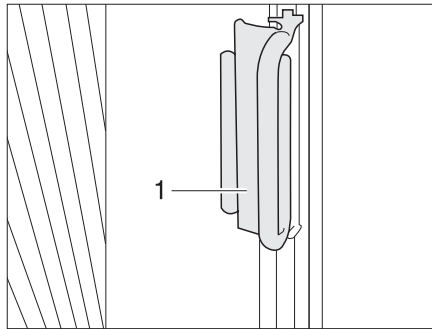

Bild 14 Griff faltverdunklung Fahrer-/Beifahrerfenster
- Die faltverdunklungen für das Fahrerfenster und das Beifahrerfenster mit dem Griff (Bild 14,1) auf den Aufsatz schieben. Die faltverdunklung ist gesichert.